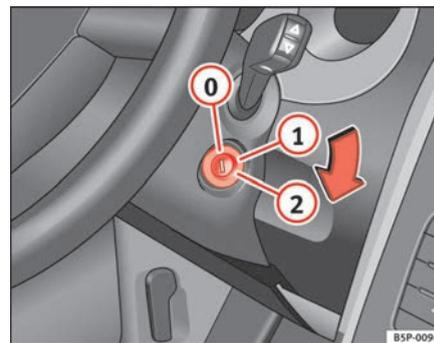

Fig. 136 Posições da chave da ignição
Nesta posição, ⇒ fig. 136 a ignição e o motor estão desligados, podendo bloquear a direcção.
- Rode a chave da ignição para a posição ⇒ página 173, fig. 136
- Rode a chave da ignição para a posição ⇒ página 173, fig. 136 .